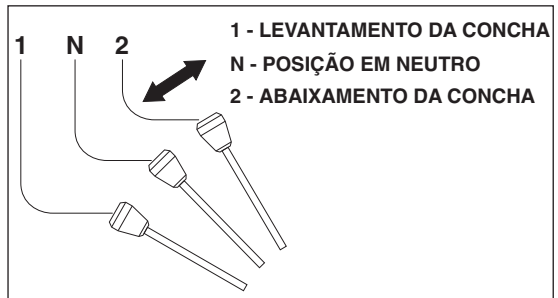

Fig. 26
A concha pode ser levantada ou abaixada movimentando-se a alavanca de comando para frente ou para trás (Fig. 26). Para levantar a concha, puxa-se a alavanca e para baixar, empurra-se.
- movimente várias vezes a alavanca do comando da posição neutro para as duas posições externas alternadamente (Fig. 26).